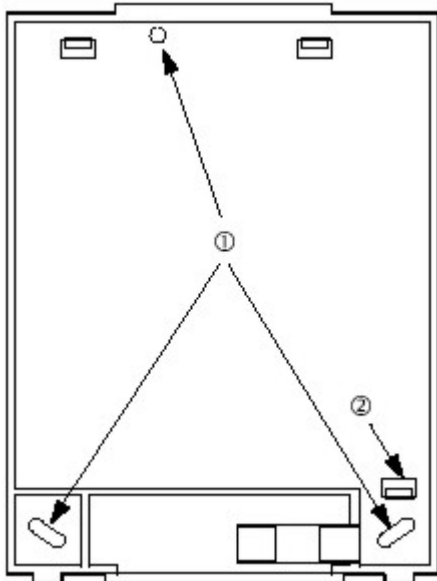

Figura 7. Posizione dei fori per il fissaggio della base
2. Premere sull'angolo inferiore destro fino a che il fermo rilascia la scheda circuiti (vedere Figura 7).
4. Tenere la base contro la superficie di fissaggio e segnare i tre fori di fissaggio (vedere Figura 7). Lasciare almeno uno spazio di 25 cm sopra la base per l'antenna.